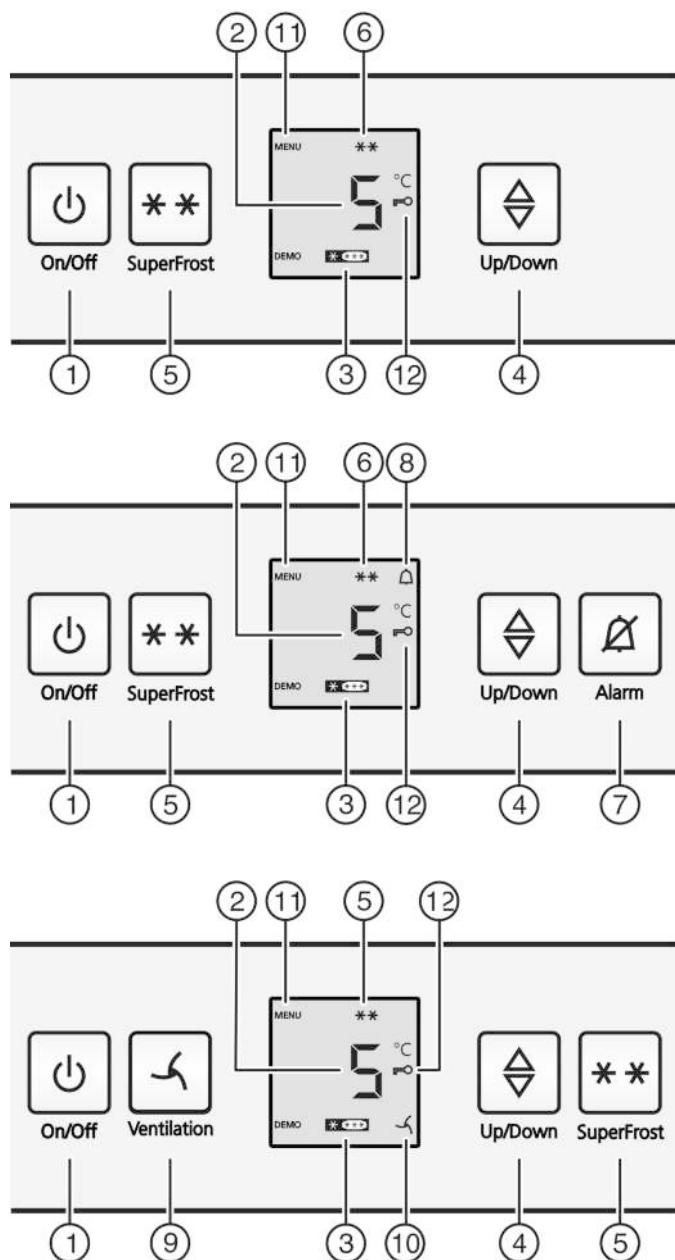

Fig. 2
- Нажать кнопку On/Off Fig. 2 (1).
- Активация режима настройки: Нажмите кнопку SuperFrost Fig. 2 (5) и удерживайте ее прим. 5 секунд.
- ▷ На индикаторе будет отображаться символ «Меню» Fig. 2 (11).
- Для подтверждения нажать и отпустить кнопку «SuperFrost» Fig. 2 (5).
- ▷ На индикаторе горит символ «Защита от детей» Fig. 2 (12).
- Нажать и отпустить кнопку On/Off Fig. 2 (1).
- ▷ Символ «Защита от детей» Fig. 2 (12) гаснет.
- Нажмите кнопку Alarm Fig. 2 (7).
Одновременно мигает индикация температуры и символ тревоги Fig. 2 (8).
Звуковой сигнал выключается автоматически, символ аварийного сигнала Fig. 2 (8) выключается и индикатор температуры перестает мигать, если температура снова становится достаточно низкой.